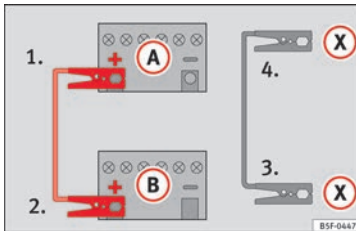

Abb. 70 Anschlusschema für Fahrzeuge mit Start-Stopp-System.
– Bei Fahrzeugen mit Start-Stopp-System: ein Ende des schwarzen Starthilfekabels (X) an einen geeigneten Masseanschluss, ein massives, fest mit dem Motorblock verschraubtes Metallteil oder an den Motorblock selbst anklemmen » Abb. 70.
5. Klemmen Sie das andere Ende des schwarzen Starthilfekabels (X) im Fahrzeug mit der entladenen Batterie an ein mit dem Motorblock verschraubtes, massives Metallteil oder an den Motorblock selbst, aber so weit wie möglich von der Batterie (A) entfernt an.